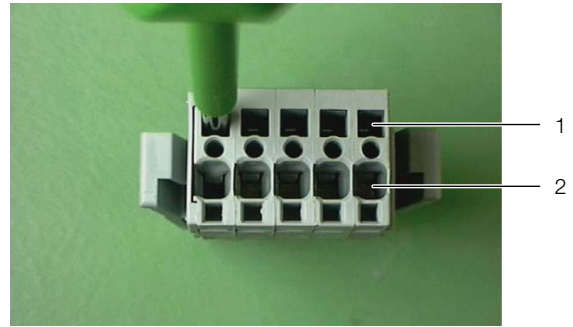

Рис. 63: Штекер подключения – вид сзади
- Вставьте отвертку (размер лезвия 3,5 x 0,5 мм) в монтажное отверстие (рис. 63, поз. 1) и откройте соответствующую клемму для подключения провода (рис. 63, поз. 2).